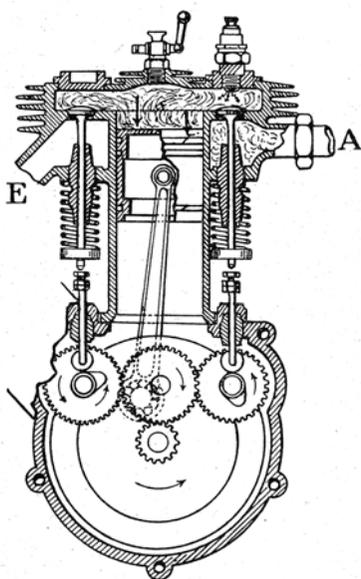

Fig. 4 - Moteur monocylindrique à quatre temps.
**Troisième temps : Allumage, explosion et détente motrice** (fig. 4).
verticales, de la figure 4) ; pendant cette course descendante du piston, les gaz produits de la combustion se détendent et, en se détendant, contribuent à faire descendre le piston. Ce troisième temps est donc moteur et, comme nous allons le voir, c'est le seul temps moteur des quatre qui composent le cycle.